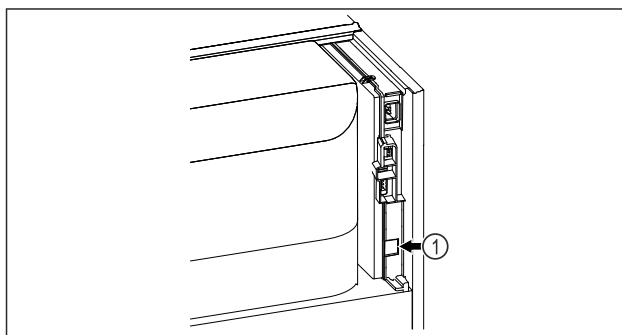

Fig. 143
- ☐ Se utiliza SmartModule Fig. 143 (1).